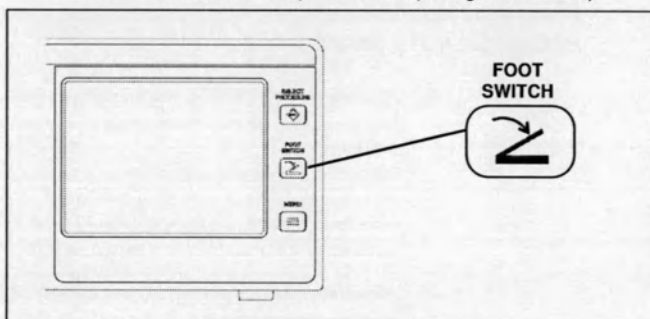

Рис. 4.7
2. Нажмите кнопку «FOOTSWITCH», расположенную справа от сенсорного экрана, как показано на рис. 4.7.